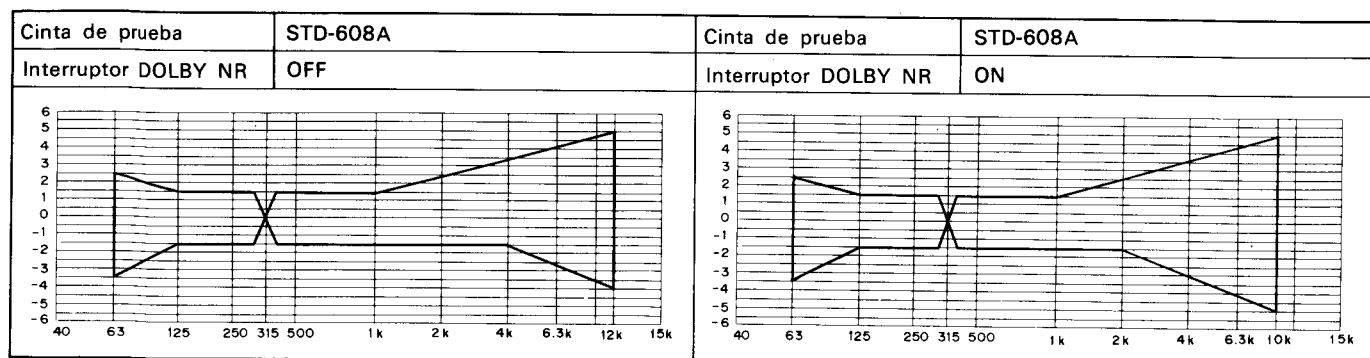

Fig. 12-8 Zona de tolerancia de copia y respuesta de frecuencia de reproducción (NORM)
• Cambiar la cinta de prueba y la posición del interruptor DOLBY NR y comprobar que la zona de respuesta en frecuencia indicada en la Fig. 12-8,9 se satisfaga.